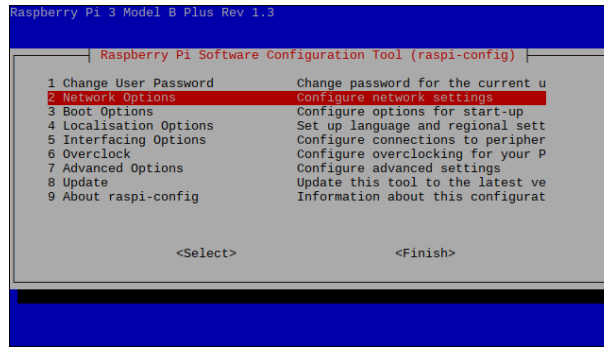

Figura 5: Seleção das opções de rede.
- Selecione a opção 2 Network options, como na figura 5 e pressione **Enter**.